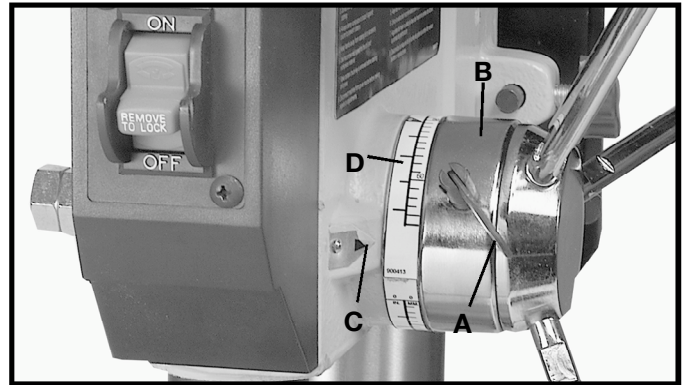

Fig. 27
3. Abaisser la broche jusqu'à ce que le pointeur (C, fig. 27) s'aligne avec la marque sur l'échelle (D), à la profondeur à laquelle les trous seront percés. Puis serrer la vis de calage (A). Ramener la broche à la position élevée.
5. Percer un trou d'essai pour vérifier le réglage et réajuster le cas échéant. Tous les trous seront alors percés exactement à la même profondeur indiquée sur l'échelle (D, fig. 27). **REMARQUE** : l'échelle (D) est étalonnée en pouces et en millimètres.